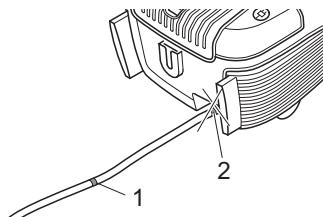

Abb. 11
2. Ziehen Sie das Kabel am Stecker (Abb. 1/15) bis zur gelben Markierung (Abb. 11/1) heraus.
Falls die rote Markierung (Abb. 11/2) sichtbar ist, ziehen Sie das Kabel wieder soweit ein, bis diese nicht mehr zu sehen ist, ▷Kapitel 3.2, „Ausschalten und Stromkabel aufrollen“. Ansonsten kann das Kabel abreißen. Es besteht die Gefahr eines elektrischen Schlagens.